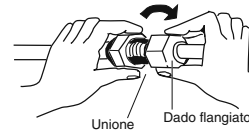

Fig. 5-5
- Per un collegamento corretto, allineare il tubo di raccordo e quello svasato dritti uno rispetto all'altro e quindi avvitare bene il dado flangiato in modo da ottenere un'adesione perfetta (Fig. 5-5)